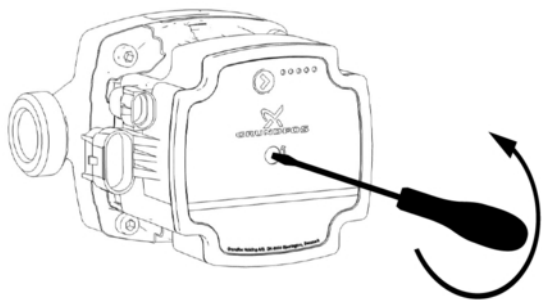

Abb. 118: Umwälzpumpe deblockieren
2. Durch mehrmaliges drehen die Blockierung lösen (siehe Abbildung 118).